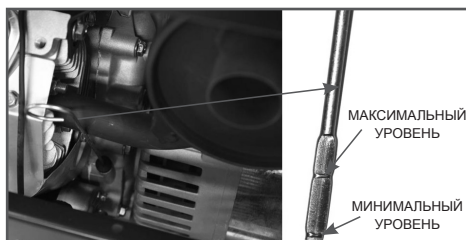

Рис. 7 Проверка уровня масла в картере
При запуске нового двигателя первая замена масла производится через 5 часов работы двигателя. Вторая замена масла через 25 часов работы двигателя. Все последующие замены масла производятся через каждые 50 часов работы двигателя. Для заправки моторного масла необходимо проверить уровень масла в картере (Рис.7).
1. Снимите пробку маслосливного отверстия в крышке клапанов (Рис.8). Извлеките и протрите щуп уровня масла (Рис.7) чистой тряпкой.